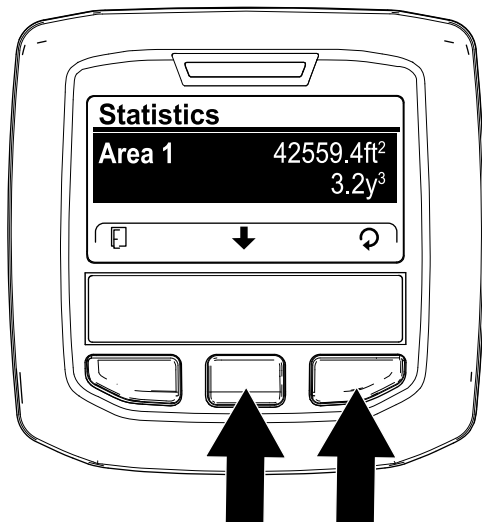

図 106
1. 統計画面で、インフォセンターの中央のボタンで AREA 1 選択する 図 106。